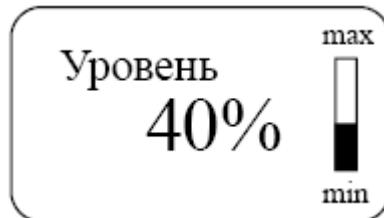

Рис.4 – Основное меню. Отображение информации о уровне заполнения ёмкости
2.2.1 Отображение информации. Датчики ДНЕ имеют OLED- индикатор, расположенный под крышкой, который выводит информацию о уровне заполнения ёмкости (рис. 4).